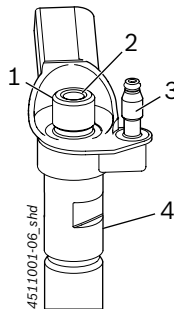

Fig. 7: CRI Piezo
ℹ Nella maggior parte dei CRI Piezo, il lato più lungo dello smusso e quindi lo spessore maggiore della parete si trova sul ritorno (Fig. 7, pos. 3).